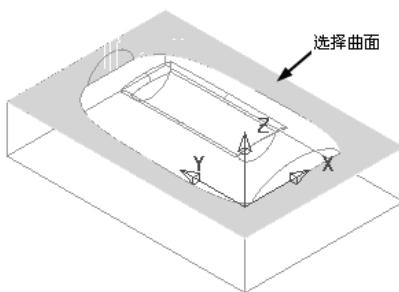

图 3-101 选择曲面 5
2) 选择图 3-101 所示的曲面，然后单击“插入模型”按钮 ，单击“边界”对话框的“接受”按钮即可完成边界创建。